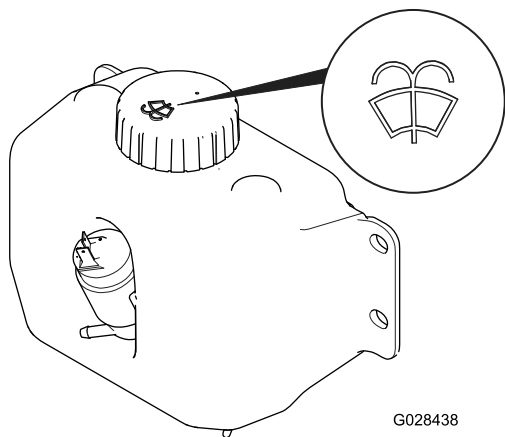

Figure 50
2. Ouvrez le capot et localisez le réservoir de lave-glace (Figure 50).